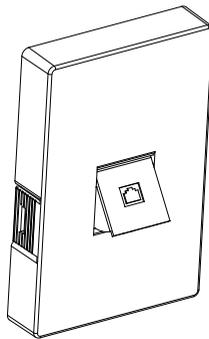

图 C-3 键盘防护件
- ◇ 当 30~630kW 本机键盘外引后, 本机键盘口的位置容易进入粉尘异物, 建议选购键盘防护件 (型号: GD270-JPFH) 安装封堵, 如图 C-3 所示。